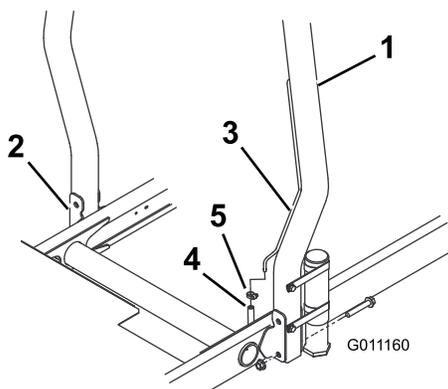

Рисунок 12
1. Опустите защитную дугу на монтажные кронштейны тягового блока, совместив монтажные отверстия. Убедитесь, что вентиляционная трубка на защитной дуге находится с левой стороны машины (Рисунок 12).
2. Прикрепите каждую сторону защитной дуги к монтажным кронштейнам с помощью двух болтов с фланцевыми головками и контргаяк (Рисунок 12). Затяните крепежные элементы с моментом 81 Н·м.